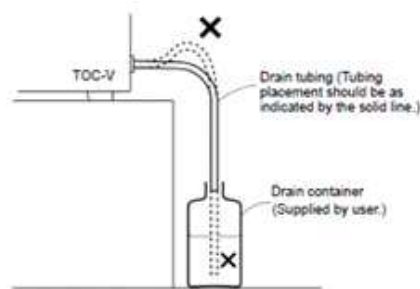

Figura 3.1 – Detalhe do frasco e dreno de descarte.
- Para prevenir a contrapressão, verificar se o tubo do dreno externo, conectado ao frasco de descarte do lado direito do equipamento, Figura 3.1, não está tocando a superfície do líquido contido neste frasco. Verificar também a altura do tubo externo, pois esta altura deve estar sempre abaixo da saída do dreno. A contrapressão excessiva pode resultar em um refluxo do descarte para dentro do equipamento.
Os subprodutos das análises realizadas no TOC são descartados no frasco de descarte, Figura 3.1. Assim, este frasco deve ser monitorado com relação a quantidade de descarte, ou seja para que a quantidade de líquido não ultrapasse a sua capacidade. Então, sempre que iniciar uma bateria de análises, esvaziar este frasco.